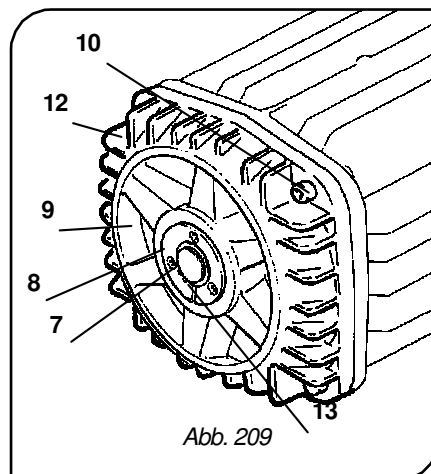

Abb. 209
3. Entfernen Sie die Motorabdeckung **-12-** des E-Zugs, indem Sie die vier Schrauben **-10-** komplett abschrauben (Abb. 209).
4. Nehmen Sie den Sicherheitsring **-13-** ab (Abb. 209).
5. Schrauben Sie die drei Schrauben **-7-** vom Befestigungsring **-8-** des Bremsklotzes **-9-** ab (Abb. 209).
7. Setzen Sie einen neuen Bremsklotz **-9-** ein und schrauben Sie den Befestigungsring **-8-** wieder bis zum Anschlag fest. Befestigen Sie den Ring **-8-** erneut am Bremsklotz **-9-**, indem Sie ihn mit den drei Schrauben **-7-** (Abb. 209) und den entsprechenden Anziehdrehmomenten befestigen (Abb. 211).
8. Setzen Sie den Sicherheitsring **-13-** wieder auf (Abb. 209).